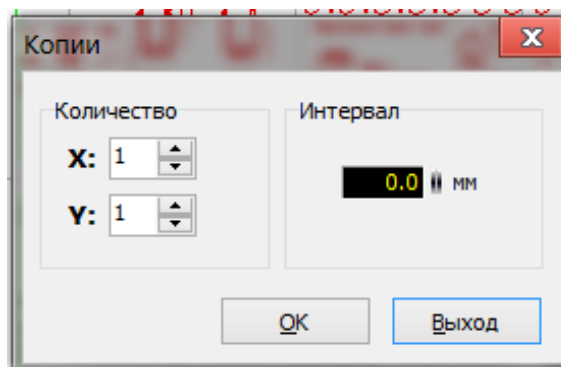

Рис. 110. Окно настроек копий платы
- **Копии** – настройка количества копий платы по осям X и Y с указанием интервала между копиями (рис. 110);